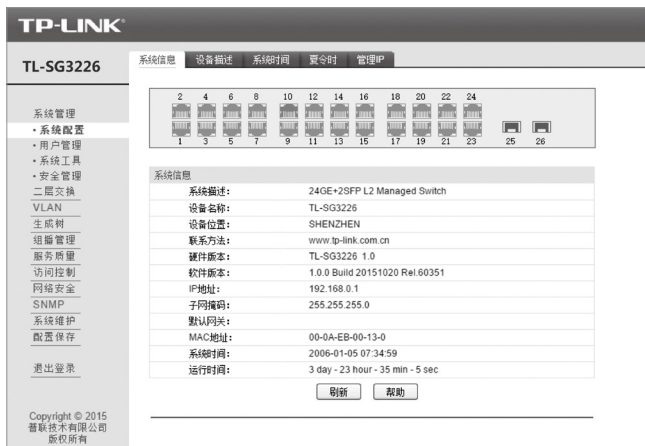

图4-2 交换机管理界面首页
4. 登录交换机管理界面首页，如图4-2所示。点击左上角本公司的商标，可以方便的访问本公司商用网络首页 (<http://smb.tp-link.com.cn>)；点击主页左侧的主菜单栏即可进行相应功能的配置。